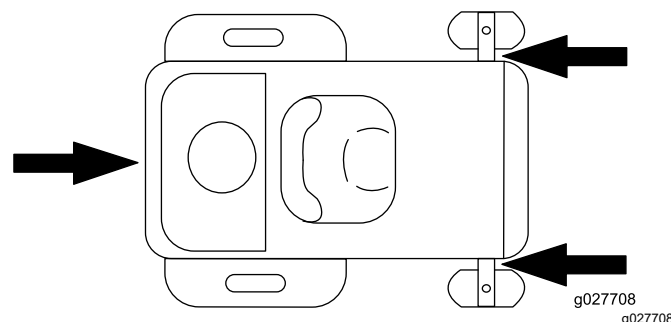

Figura 30
- Legați maina pe remorcă sau pe camion folosind curele, lanuri, cablu sau frânghii. Folosii doar locurile de legare de pe maina de tuns iarba desemnate ca atare, aa cum este ilustrat în Figura 30. Utilizați aceste locuri chiar i atunci când transportați maina de tuns iarba cu un accesoriu atașat. Folosirea locurilor de legare nepermise poate duce la deteriorarea mainii de tuns iarba i/sau a dispozitivului de atașare.